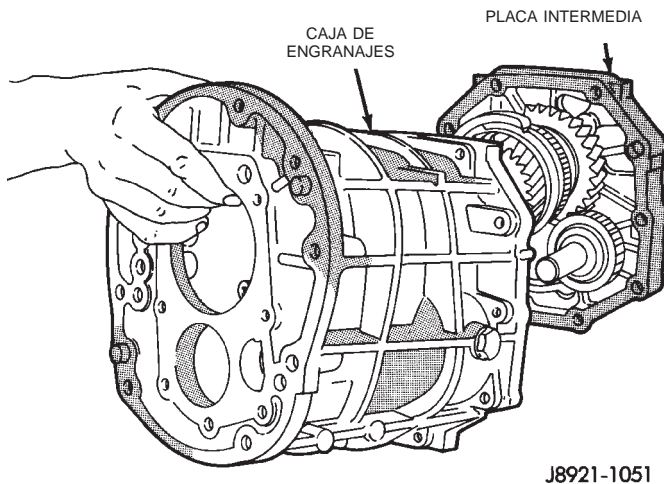

Fig. 37 Instalación de la caja de engranajes de la transmisión en la placa intermedia
(3) Alinee el tren de engranajes y la corredera de cambios con los orificios correspondientes de la caja de transmisión e instale la caja de transmisión en la placa intermedia (Fig. 37). Verifique que la caja de transmisión esté asentada en la placa intermedia.